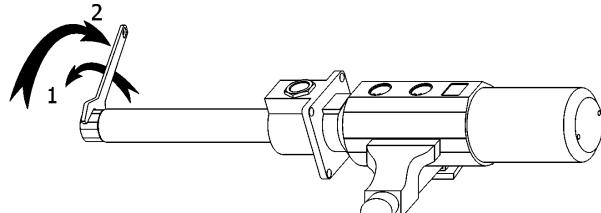

Fig. 4
1. Secure the pump in a vice in the horizontal position, tightening the jaws on the provided pads along the pump body (14).
2. Strike gently a couple of strokes on the body base (31) with a plastic hammer.
3. To unscrew the suction tube (32) from the pump body (14), use a 40 mm wrench on the hexagon of the foot valve body (36) (fig. 4). Pull first clockwise to break the sealing, and then counter clockwise to loosen and remove the tube assembly, including the body base (31).
1. Fijar la bomba en una mordaza agarrando por el cuerpo de la bomba (14) con la bomba en posición horizontal.
2. Pegar unos golpes con un martillo plástico en la base cuerpo motor aire (31).
3. Para desenroscar el tubo de aspiración (32) del cuerpo de la bomba, usar llave fija de 40 mm en el cuerpo válvula de pie (36) (Fig. 4). Tirar primero contra las agujas del reloj para romper el sellador y luego hacia el otro sentido para desenroscar y quitar el conjunto tubo de aspiración, incluyendo la base (31).
1. Placer la pompe sur un établi et la serrer au niveau du corps de la pompe (14) tout en maintenant cette dernière en position horizontale.
2. Donner quelques coups à l'aide d'un marteau en plastique au niveau de la base du moteur d'air (31).
3. Pour desserrer le tube d'aspiration (32) du corps de la pompe , utiliser une clé fixe de 40 mm au niveau du fraisage du corps du clapet de pied (36) (voir Fig.4). Tirer tout d'abord dans le sens contraire des aiguilles d'une montre pour décoller la pâte d'étanchéité et tirer ensuite dans le sens des aiguilles d'une montre pour desserrer et retirer l'ensemble du tube d'aspiration y compris avec la base (31).
1. Die Pumpe waagrecht auf einer Werkbank spannen und am Pumpkörper (14) fixieren.
2. Mit einem Plastikhammer mehrmals leicht auf das Unterteil des Pumpenkörpers (31) schlagen.
3. Zum Abschrauben des Saugrohres (32) vom Pumpenkörper (14) zuerst das Rohr lösen (gegen den Uhrzeigersinn) und danach komplett unter leichtem Drehen (Im Uhrzeigersinn) herausziehen. Dazu mit einem 40-mm Schraubenschlüssel in den Kerben am Fussventil-Körper (36) ansetzen. (Bild 4).